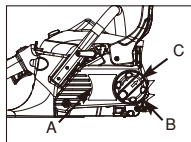

Bild. 3B
Uhrzeigersinn, um die Kettenspannung herabzusetzen. (Bild. 3B)
4. Um die Kettenradsabdeckung (A) zu entfernen, drehen Sie den Knauf (B) entgegen dem Uhrzeigersinn. (Bild 3B)